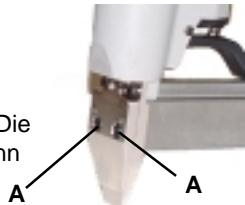

Abbildung 6
2. Entfernen Sie die beiden in Abbildung 6 gezeigten Befestigungsschrauben in der unteren Führung (**A**). Die untere Führung und der Stabilisatorshuh können dann als eine Baugruppe entfernt werden.